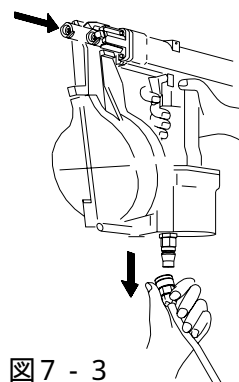

図7 - 3
- (4) 付属のドライバーとパイプスパナを使用し、スライドパイプ(図)をはずしてください。(図7 - 4)